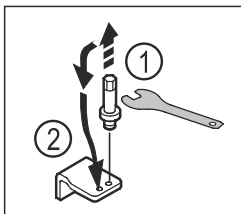

Fig. 22
- ▶ Deșurubați și demontați bolțurile de pe suportul inferior de lagăr cu cheia cu hexagon exterior SW5. Fig. 22 (1)
- ▶ Montați bolțurile pe partea opusă. Fig. 22 (2)